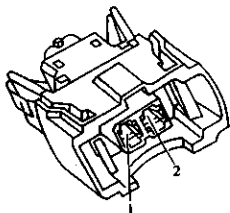

图 2-89 喷油器插头
4) 打开点火开关，用万用表测量喷油器供电电压，即插头端子 1 与搭铁点之间的电压应等于蓄电池电压，如图 2-89 所示。如果电压值符合要